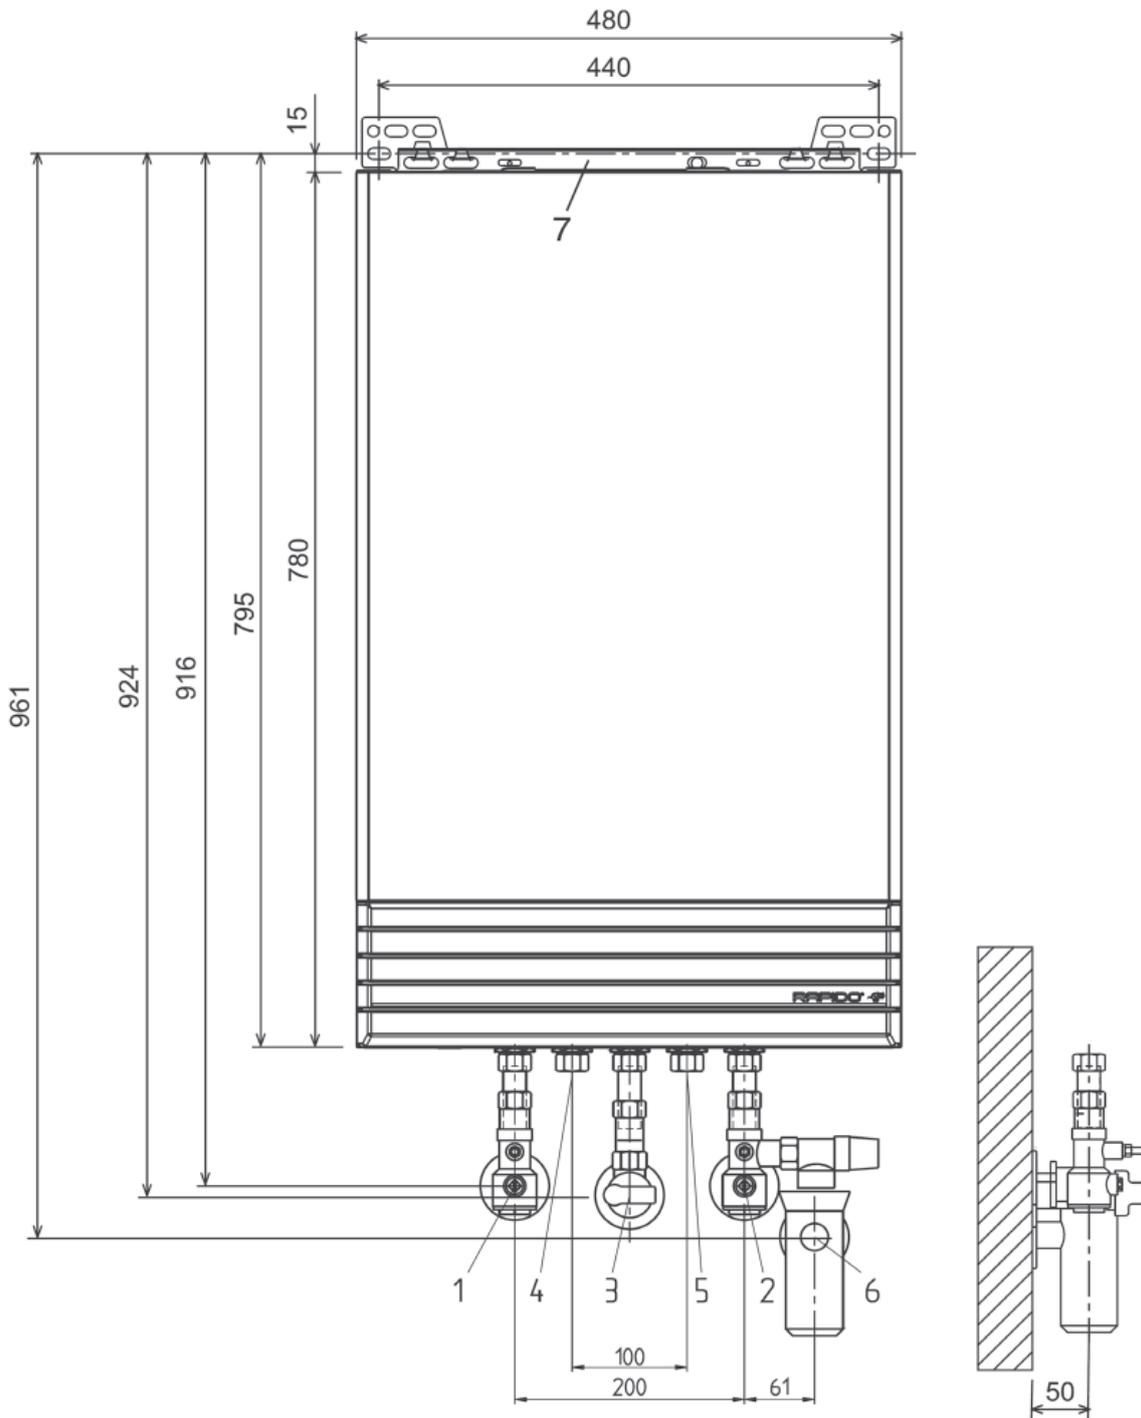

Abb. 20
- Bei der Installation der Rohrleitungen und des Rapido - Anschlusszubehöres beachten Sie die Maße in Abb. 19 bzw. Abb. 20.
- Montieren Sie die Montageschiene entsprechend der Maße in Abb. 19 bzw. Abb. 20 an die Wand.